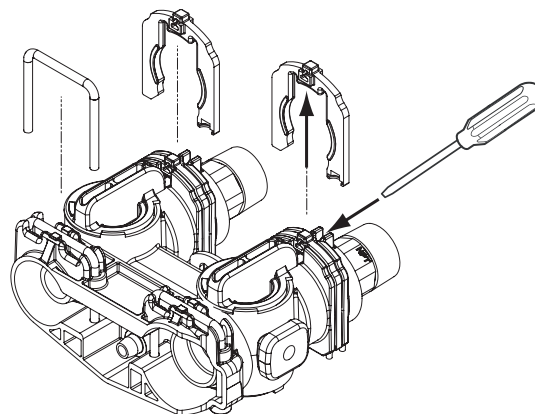

Figure 8 Assemblage du connecteur
**AVERTISSEMENT** N'introduisez jamais un tuyau de vidange directement dans une vidange, un tuyau d'égoût ou un siphon (Figure 8 Raccord du tuyau de vidange). Laissez toujours un espace d'air entre le tuyau de vidange et l'eau usée pour empêcher la possibilité du siphonnement à rebours des eaux d'égoût dans l'adoucisseur.